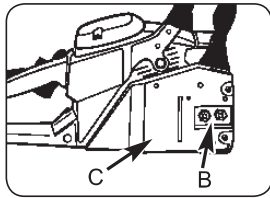

Abb. 3C
2. Entfernen Sie die beiden Schienenbefestigungsmuttern (B). Entfernen Sie die Kettenbremsabdeckung (C) (Abb. 3C).